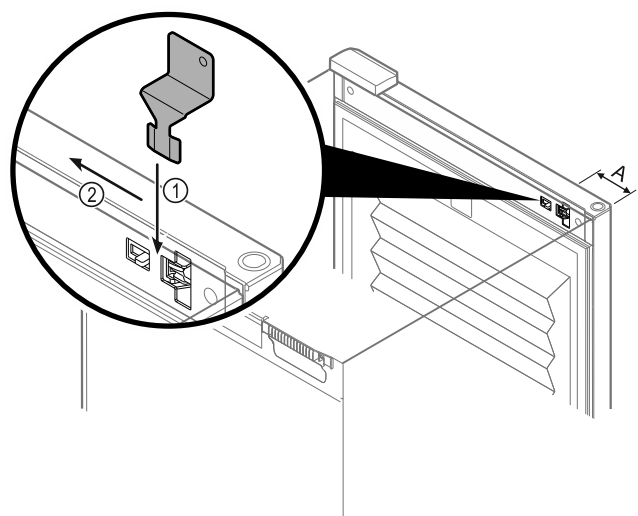

Fig. 106
- Розмістити ключ аварійного розблокування на заданому місці Fig. 106 (A) ~ 100 мм.
- Вставити ключ аварійного розблокування між дверми та корпусом пристрою зверху до упору Fig. 106 (1).
- Потягнути ключ аварійного розблокування у напрямку сторони шарніра Fig. 106 (2).